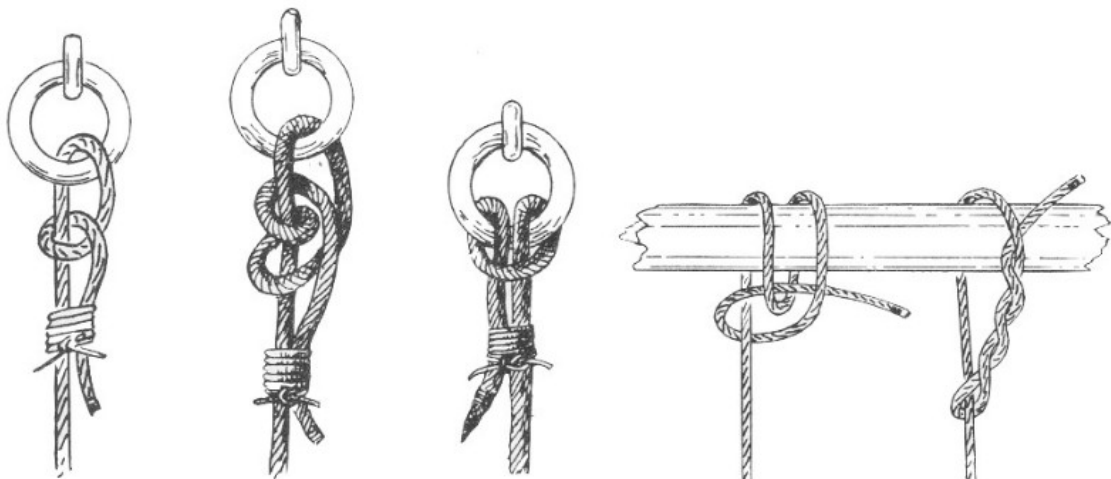

Fig. 46. Enkelt Halvstik
- I Fig. 46, 47 og 48 er vist *enkelt Halvstik med Opsejsing*, *Halvstik med Rundtørn og Opsejsing* og *Lærkehoved eller Slyngegstik med Opsejsing*. De to første benyttes ofte, hvor svære Trosser skal fastgøres til en Ring, idet der dog helst først tages Rundtørn i Ringen. Slyngegstikket bruges sjældnere.